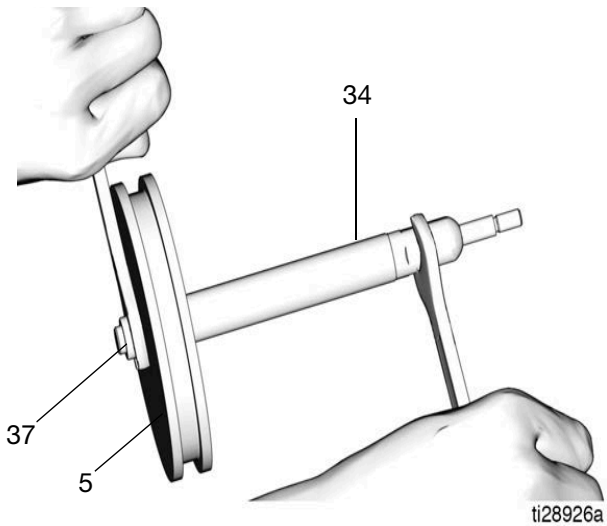

FIG. 31
7. Mettez l'écrou (37) sur l'extrémité de la tige de piston (34). Tournez deux clés dans le sens opposé l'une de l'autre pour serrer l'écrou. Fixez une clé à fourche sur les méplats de la tige de piston et utilisez la seconde clé pour serrer l'écrou, comme illustré à la FIG. 31. Serrez l'écrou au couple de 17,6 à 20,3 N•m.